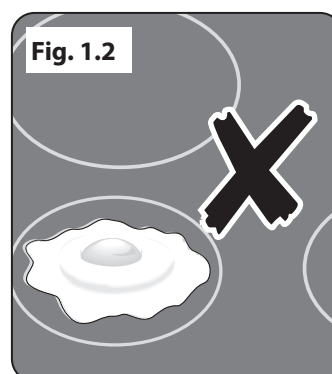

Fig. 1.2
- Seuls certains types de récipients en verre, vitrocéramique, terre cuite ou autres récipients émaillés peuvent être utilisés sur la table de cuisson; les autres risquent de se briser en raison du changement soudain de température. **NE FAITES JAMAIS** cuire des aliments à même la table de cuisson (**Fig. 1.2**).